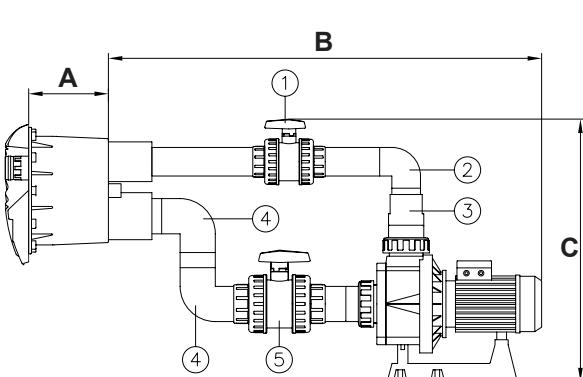

Fig. 7
- Verbinden Sie ein Rohr Ø75mm (*) mit der Reduzierhülse (siehe Fig.7).
- Verbinden Sie das Ventil Ø75mm. (Nr.1, Fig. 7) mit dem Rohr Ø75mm (*).
- Verbinden Sie das Rohr Ø 75mm (*) mit dem Ventil Ø75mm (Nr.1, Fig. 7).
- Verbinden Sie den Rohrkrümmer Ø 75 mm (Nr.2, Fig.7) mit dem Rohr Ø75 mm (*).
- Verbinden Sie das Rohr Ø 75mm (*) mit dem Rohrkrümmer (Nr.2, Fig.7).
- Verbinden Sie die konische Reduzierung von 90/75/63 mm (Nr.3, Fig. 7) mit dem Rohrkrümmer Ø 75mm (Nr.2, Fig. 7) und mit der Rohrverschraubung der Pumpe Ø 90mm.
- Benutzen Sie ein Rohr von Ø 90mm (*) und Schließen Sie damit einen Rohrkrümmer Ø 90mm. (Nr.4, Fig.7) an die Ansaugung des Gehäuses (siehe Fig. 7) an.
- Mit einem Rohr von Ø 90mm (*) vereinen wir nun den anderen Rohrkrümmer von Ø 90mm (Nr.4, Fig.7) mit dem schon verleimten Rohrkrümmer (siehe Fig.7).
- Verbinden Sie das Ventil Ø 90mm (Nr.5, Fig.7) mit dem Rohrkrümmer (Nr.4, Fig.7), indem Sie für den Anschluß ein Rohr von Ø 90mm (*) benutzen.
- Verbinden Sie ein Rohr Ø 90 mm (*) mit dem Ventil (Nr.5, Fig.7) und mit der Rohrverschraubung der Pumpe Ø 90mm.